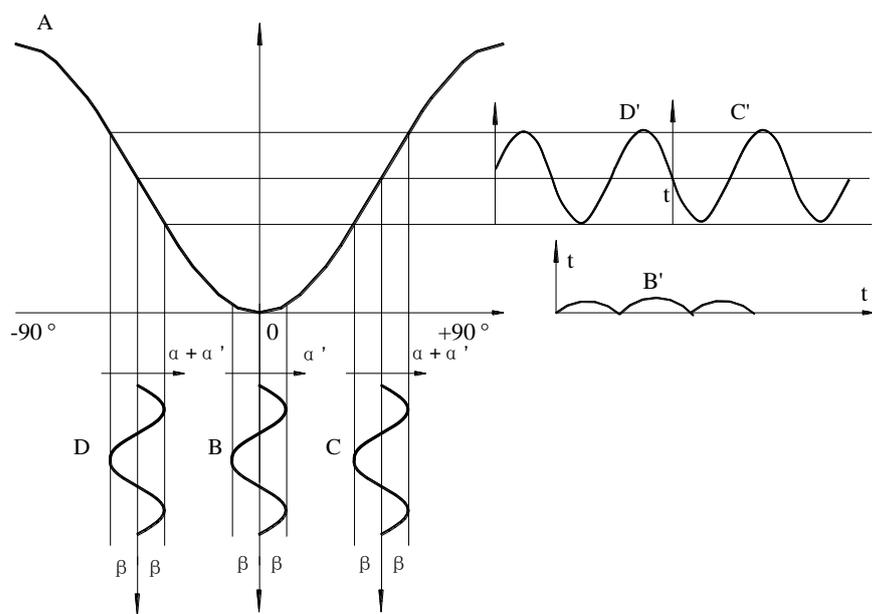

图1
如图 1 曲线 A 所示
a) 在正交位置时可得图 1 曲线 B 与 B' 光强信号为某一恒定的光强迭加一个频率为 $2f$ 的交变光强。
b) 向右偏离正交位置时可得图 1 曲线 C 与 C' 光强信号为某一恒定的光强迭加一
c) 向左偏离正交位置时，可得图 1 曲线 D 与 D' 光强信号为某一恒定的光强，迭加一个频率为 f 的交变光强，见曲线 D' ，但交变光强的相位正好与向右偏离正交位置时的交变光强信号相位相反。